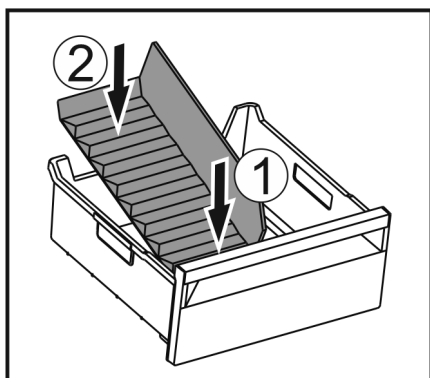

Fig. 164
- Vložte přední část přepážky přihrádky na led. Fig. 164 (1)
- Zadní část přepážky přihrádky na led spusťte až na dno zásuvky. Fig. 164 (2)